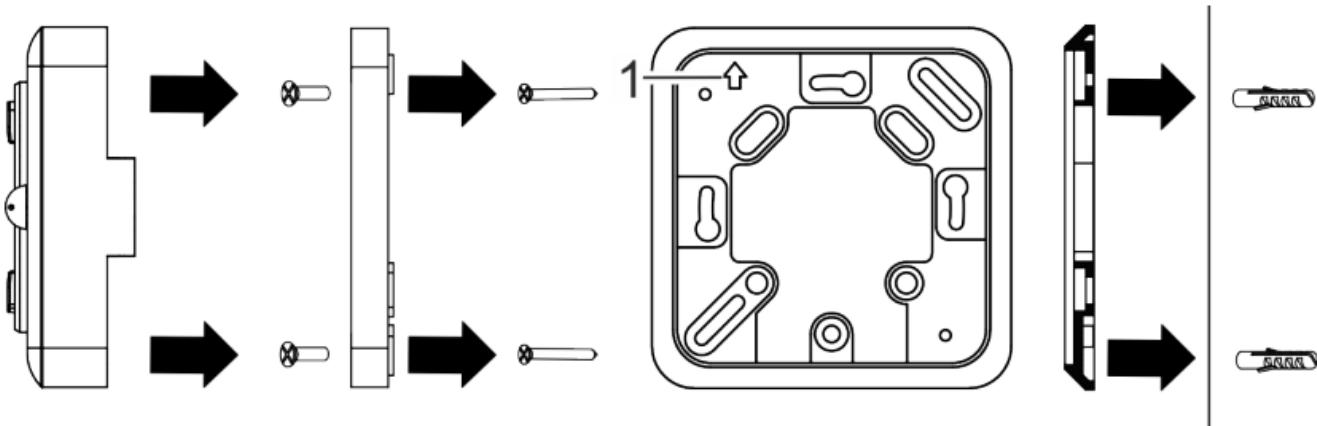

Abb. 6: Gehäuseboden auf Montageplatte montieren
1. Montageplatte mit Schrauben (3,5 x 25 mm) auf die Unterputzdose montieren (Abb. 6).
Der Pfeil (Abb. 6/1) auf der Montageplatte muss nach oben zeigen.
- Den Gehäuseboden des Geräts mit den Schrauben (3 x 6 mm) auf die Montageplatte montieren (Abb. 6).